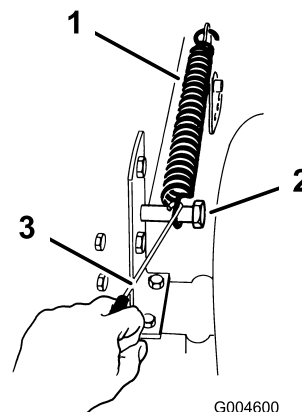

Figure 8
6. Retirez le ressort compensateur entre la patte de levage droite du plateau de coupe et le boulon de retenue (Figure 8).